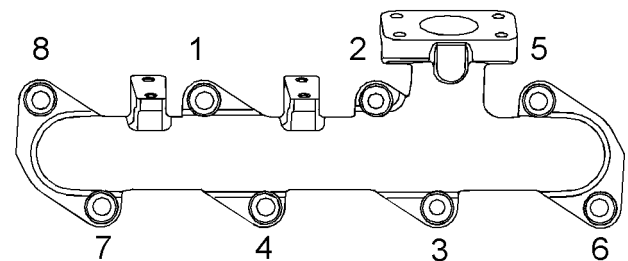

Abbildung 48
2. Das Anziehdrehmoment aller Schrauben (1) kontrollieren. Die Schrauben müssen in der in Abbildung 48 gezeigten Reihenfolge angezogen werden.